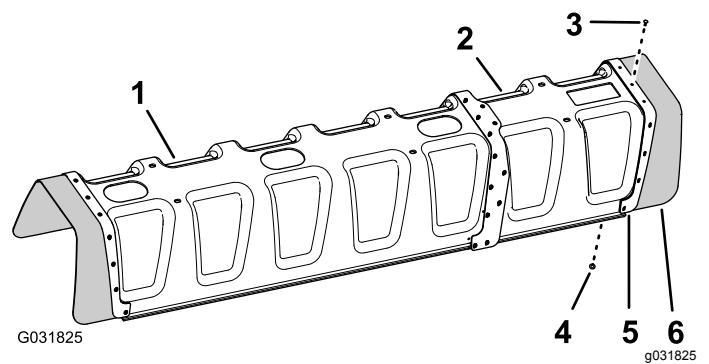

Figura 182
5. Alinhe os orifícios na cobertura de borracha com a placa de reforço (fila única) que retirou no passo 2 com os orifícios na extremidade da extensão da cobertura (Figura 182).